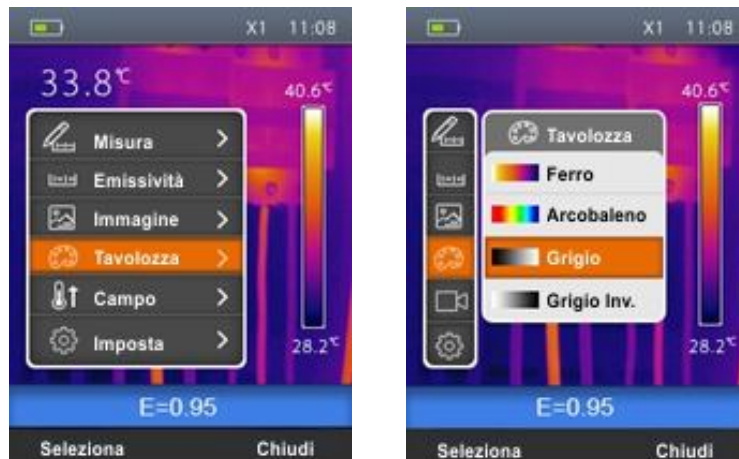

Abb. 21: Einstellung der Farbpalette
1. Wählen Sie "Palette" mit den  $\oplus$  oder  $\ominus$  Tasten aus und drücken Sie die Taste. Die Bildschirmseite Abb. 21 – Rechte Seite erscheint im Display.